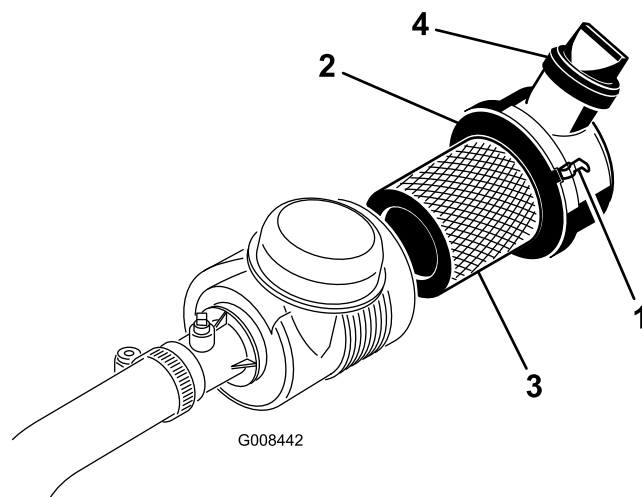

Рисунок 37
1. Отпустите защелки, фиксирующие крышку воздухоочистителя на его корпусе (Рисунок 37).
7. Установите крышку на место и закройте защелки (Рисунок 37).